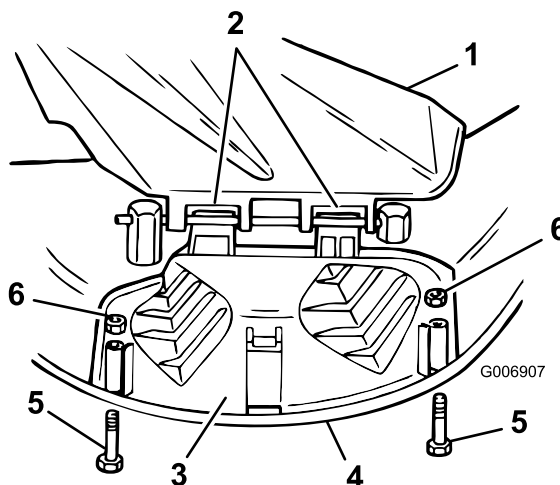

Figure 15
3. Abaissez l'obturateur d'éjection jusqu'à sur le bord inférieur du carter du plateau de coupe pour fermer l'ouverture (Figure 15).
4. Fixez l'obturateur d'éjection au bord inférieur du carter du plateau de coupe à l'aide des boulons et des écrous (Figure 15).